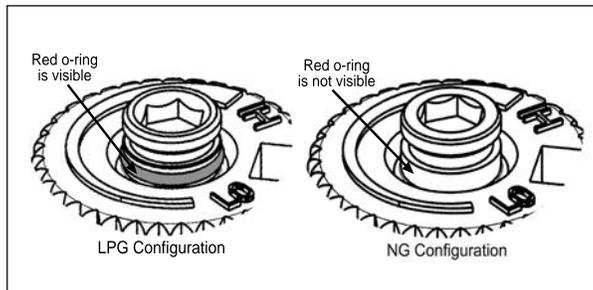

Figure 18: Joint Torique sur la Vis de Soupape
- d) Si vous convertissez en NG, assurez-vous que le joint torique rouge n'est pas visible (voir Figure 18).